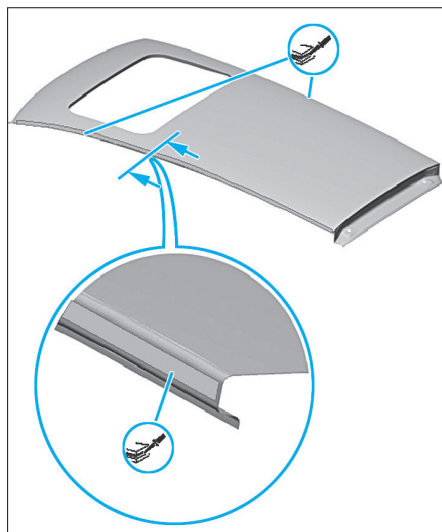

FIG. 125
- Enduire les flasques du pavillon de colle bicomposant pour carrosserie (Fig.125).